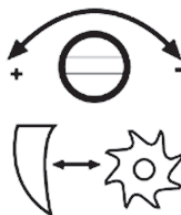

Fig. 8
3. Tournez lentement le bouton de réglage [5] dans le sens des aiguilles d'une montre jusqu'à entendre des bruits de grattement (Fig. 8, 9). De petits copeaux d'aluminium doivent tomber par la goulotte d'évacuation.